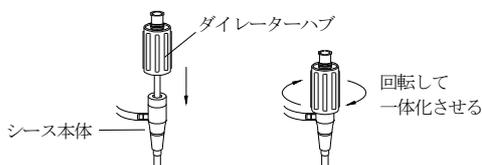

図1
- シースにダイレーターを慎重に挿入し、ダイレーターハブを時計方向に回して締め込み、シース本体と一体化する(図1参照)。